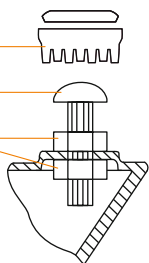

РИСУНОК 2
5. Установите опору с соответствующей маркировкой со стороны отверстия слива (см. рис. 1 разрез Б и рис. 2): наденьте опору на установленный в отверстие скобы болт М6х30...40, предварительно установив прокладки на радиусные поверхности опоры.